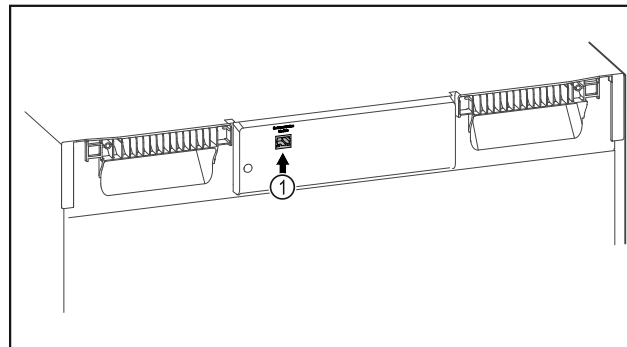

Fig. 153
- SmartModule Fig. 153 (1) è inserito.